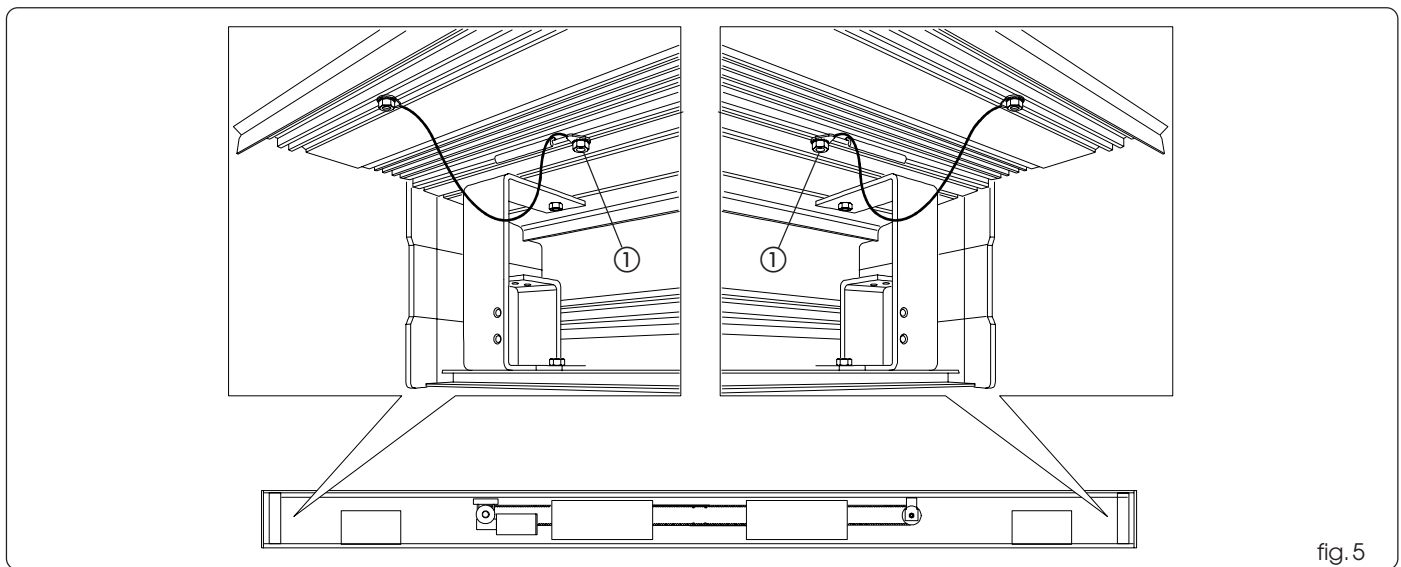

fig. 5
Desmonte los cables de seguridad paracaídas (si estuvieran presentes) por la parte del travesaño, para ello destornille las tuercas de bloqueo como se muestra en la fig. 5 ref. ①.